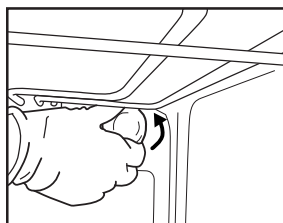

Fig. 5
2. Dévissez le capot de l'ampoule (Fig. 5), remplacez l'ampoule brûlée par une neuve (voir « Remarque » pour connaître le type), puis revissez le capot de l'ampoule.